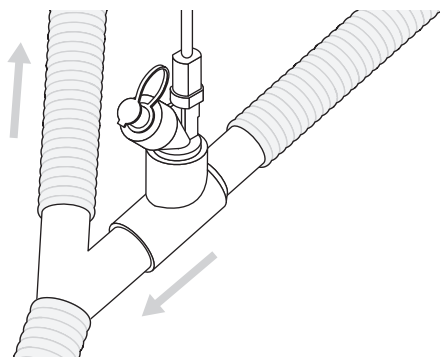

Рисунок 5. Подключение Aeroneb Solo к дыхательному контуру
1. При использовании 22-миллиметровых дыхательных контуров для взрослых соедините блок небулайзера с Т-образным адаптером для взрослых и включите его в патрубок вдоха дыхательного контура перед тройником пациента (рис. 5).
Примечание. На рис. 5 показана конфигурация только для взрослых.